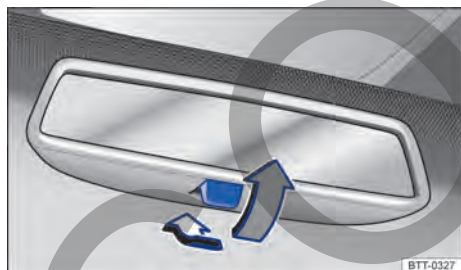

Fig. 76 En el parabrisas: espejo retrovisor interior antideslumbrante manual.
- Posición de noche: tirar de la palanca → **fig. 76** (flecha gris), para evitar el deslumbramiento de los faros de los vehículos que circulan detrás.